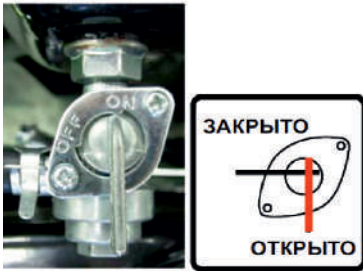

Рис. 11
1. Откройте топливный кран (положение «Открыто») (Рис. 11);
3. Закройте топливный кран (положение ЗАКРЫТО») (Рис. 11)